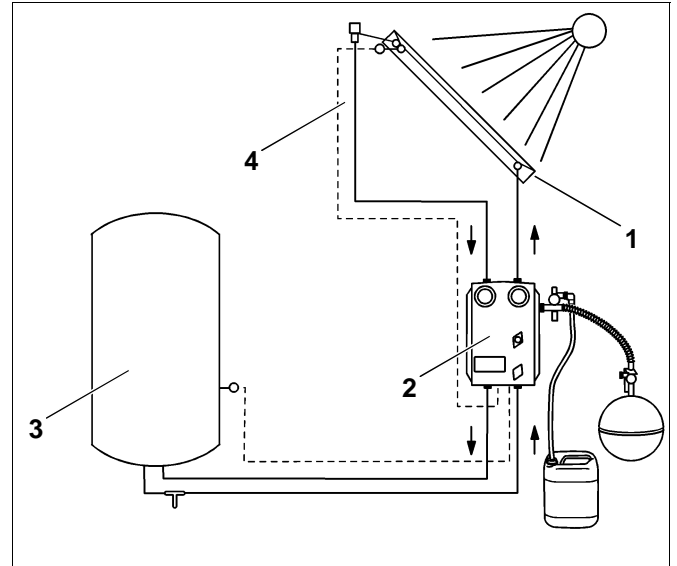

Fig. 3 Tubazioni dell'impianto solare
I collettori (fig. 3, **pos. 1**), il set idraulico completo (fig. 3, **pos. 2**) e l'accumulatore solare (fig. 3, **pos. 3**) vengono collegati fra loro mediante condotte di raccolta in tubo di rame.
I All'installazione delle tubazioni di raccolta, portate il cavo di prolunga della sonda del collettore (fig. 3, **pos. 4**), fino al set idraulico completo (regolazione).